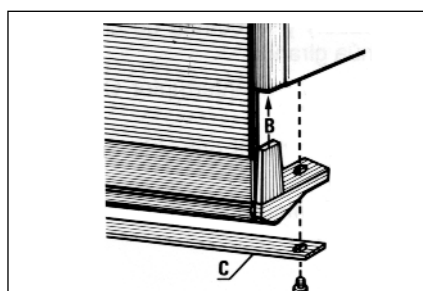

Fig.23
6) Le montage de la porte basculante s'effectue à l'aide de deux pattes de fixation (A et B) et d'une bride (C) à monter impérativement (fig. 23 et 24).
- Présenter la porte en position verticale. Engager la partie (B) (fig. 23) dans le profilé du panneau de côté droit, en respectant la position du dessin, et fixer l'ensemble sous le panneau de côté de la chaudière.